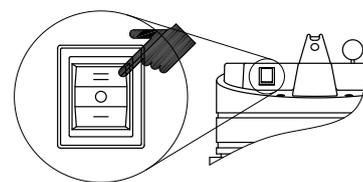

Fig.5
- 6) スイッチをエアツール連動側 (II) に入れてください。この状態では、まだモーターは作動しません。(Fig.5)